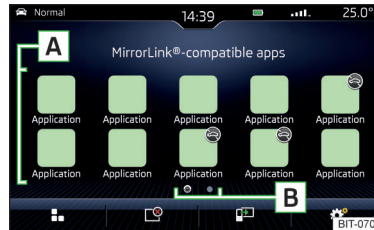

Abb. 214
- Im Hauptmenü der MirrorLink®-Verbindung die gewünschte Anwendung im Bereich **A** » Abb. 214 auf Seite 182 auswählen.
- Im Hauptmenü der MirrorLink®-Verbindung die Funktionsfläche **F** » Abb. 214 auf Seite 182 antippen, die zuletzt angezeigte Anwendung wird angezeigt.
Möchte man eine andere Anwendung anzeigen, dann ist im Hauptmenü der MirrorLink®-Verbindung die Funktionsfläche der gewünschten Anwendung **A** » Abb. 214 auf Seite 182 anzutippen.